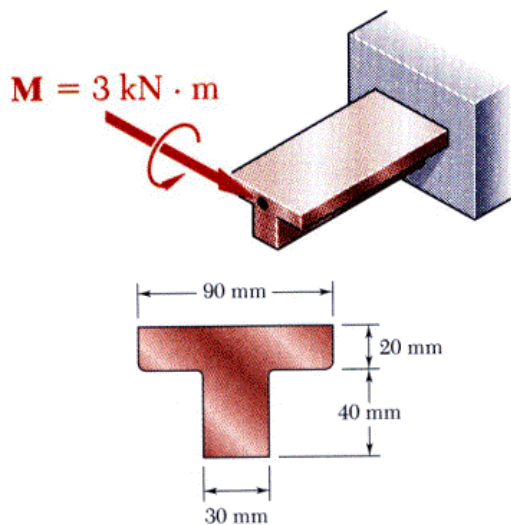

Figura 4.1
4.1.1 A viga simplesmente encastada da Figura 4.1 ficou submetido à ação do momento fletor M , sabendo que $E = 210 \text{ GPa}$ determine: